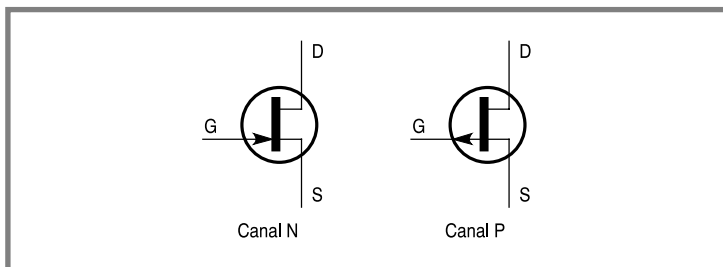
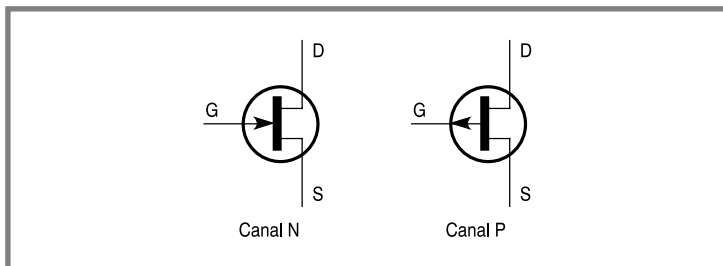

Figure 5.9 – Symboles normalisés des TEC.
Figure 5.10 – Autres représentations des TEC.
Bien qu'ils soient beaucoup moins répandus que les transistors bipolaires, les transistors à effet de champ sont intéressants dans certaines applications. On les désigne par TEC ou par FET (*field effect transistor*). On trouve aussi l'appellation plus complète mais un peu vieillie de JFET (*junction field effect transistor*). Ce composant est formé d'un barreau de semi-conducteur dont les extrémités sont la source (S) et le drain (D). Une jonction, normalement bloquée, est créée par la grille (G). Selon la nature du dopage du barreau, on distingue les TEC canal N ou canal P. Suivant la tension appliquée entre grille et source, le canal situé entre drain et source va plus ou moins se rétrécir et en conséquence le courant va être modifié. Comme la jonction de grille est bloquée, il n'y a aucun courant qui circule dans cette électrode. C'est là un avantage certain du TEC sur le transistor bipolaire. La commande ne nécessite aucune puissance. La grandeur d'entrée est la tension V_{GS} entre grille et source alors que c'est le courant de base I_B pour le transistor bipolaire. On dit qu'un TEC est commandé en tension alors qu'un transistor bipolaire est commandé en courant. On représente les transistors à effet de champ par leurs symboles normalisés (*figure 5.9*). On rencontre d'autres schématisations, mais elles ont l'inconvénient de ne pas permettre de distinguer le drain de la source (*figure 5.10*).